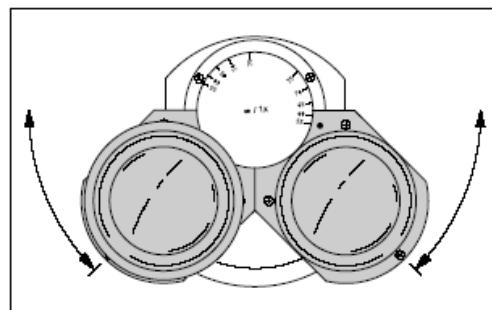

图3-54 校准双目观察筒的目镜距离
- 根据操作者眼睛的特殊距离调节目镜距离（瞳孔距离）（图3-54）。